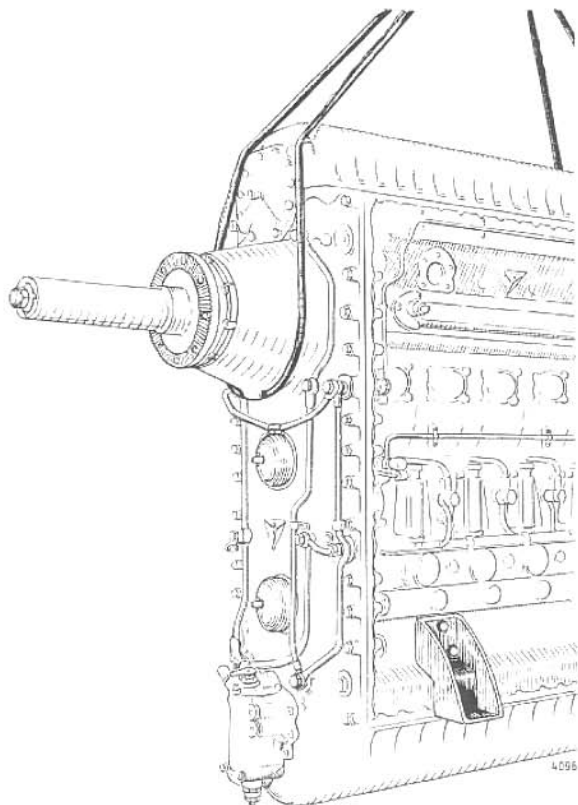

Abb. 49 Anlegen des Krangehänges auf Luftschraubenseite
Kranhänge H 8522 | Abb. 49 und 50.
Aufhängeseile um den Motor legen (Abb. 49 und 50). Motor mittels Kran anheben und mit dem Bock (4) seitlich herausfahren.	Krängehänge